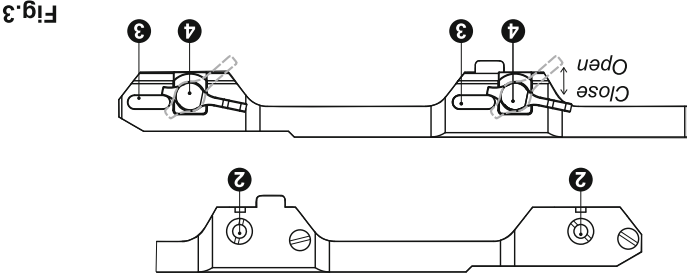

Fig.3
• Moyennant le tournevis desserrez des écrous d'arrêt (2) (Fig.3).